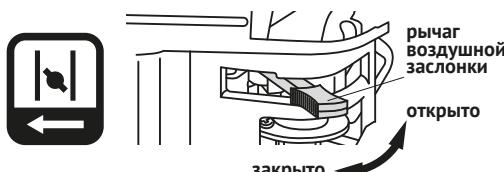

Рис. 7
Рычаг воздушной заслонки (рис. 7) открывает и закрывает воздушную заслонку карбюратора. Когда рычаг находится в положении «ЗАКРЫТО», происходит обогащение горючей смеси для пуска холодного двигателя. Положение «ОТКРЫТО», используется для работы двигателя после пуска и для повторного пуска разогревшегося двигателя.
- Для пуска холодного двигателя установите рычаг воздушной заслонки (рис. 7) в положение «ЗАКРЫТО». Для повторного запуска прогретого двигателя оставьте рычаг воздушной заслонки в положении «ОТКРЫТО».